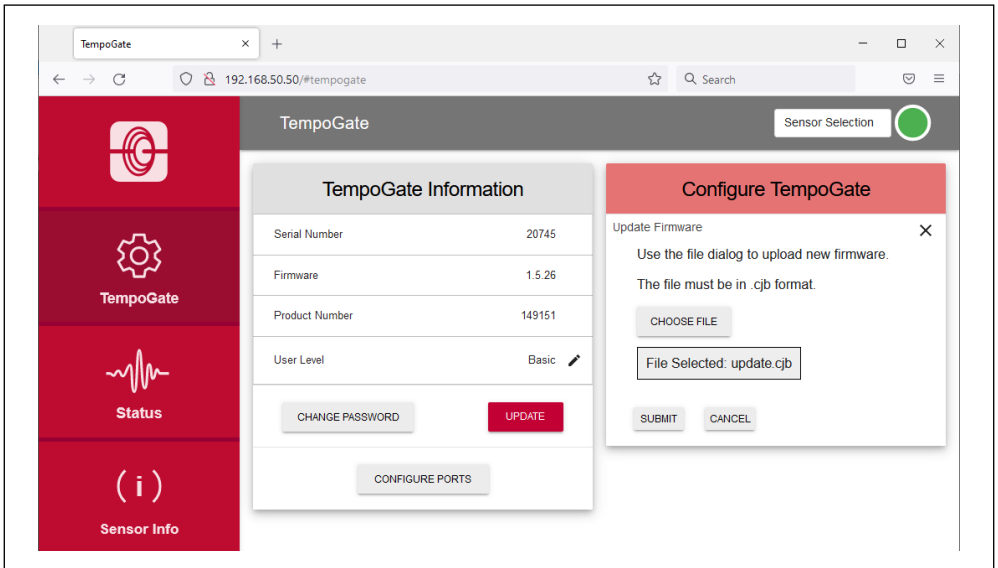

Abb. 33: Datei zur Firmware-Aktualisierung ausgewählt
- Klicken Sie auf die Schaltfläche SUBMIT, um die Aktualisierung durchzuführen (Abb. 33).